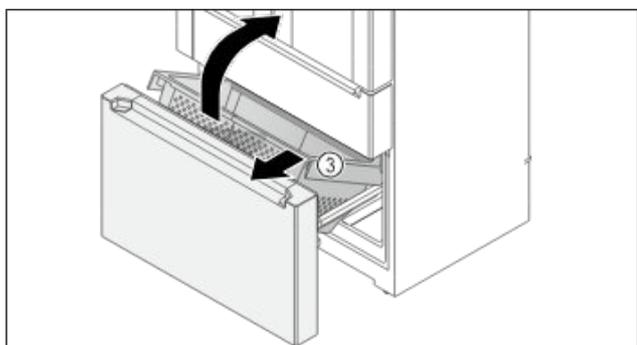

Fig. 149
- ▶ Soulever l'avant du bac Fig. 149 (3).
- ▶ Retirer le bac Fig. 149 (3) par l'avant en l'inclinant.